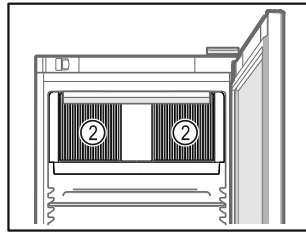

Fig. 60
- Mantenere libere le fessure di ventilazione Fig. 60 (2) della ventola di ricircolo nel vano interno.